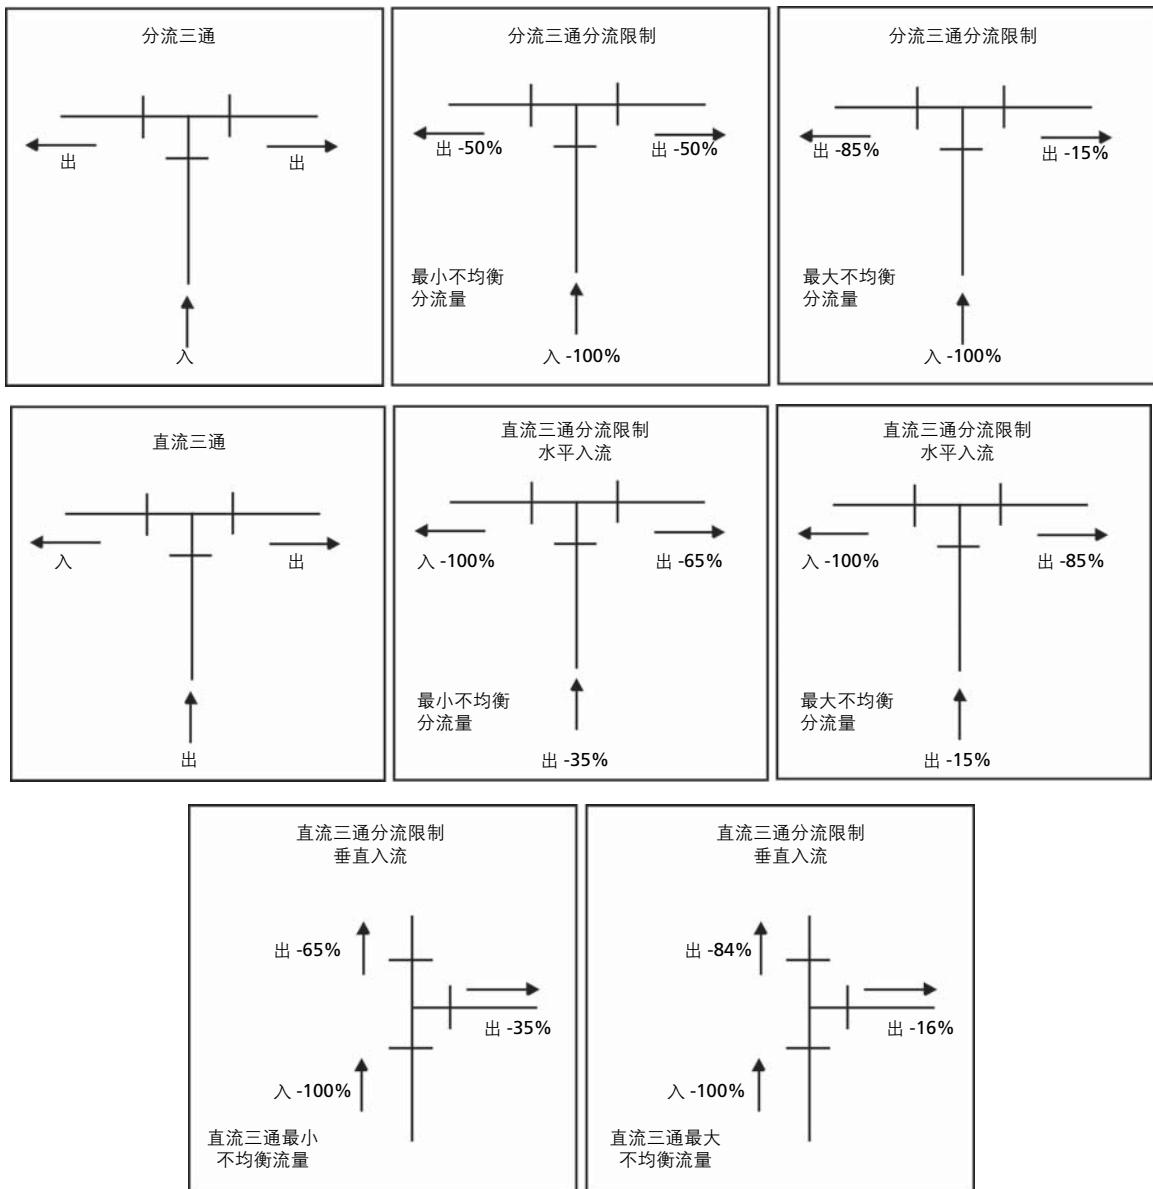

图 4-2 备压系统三通分流方式
三通接头处药剂的流体对重力很敏感，虽然有紊流存在，气相仍容易转移到管路上部，使下部留下密度较大的液态介质。因此，必须遵守图 4-2 的限制。
- 注：通过侧面出口的分流流量会有微小的变化，这要看直流三通的侧面出口部分是水平的还是垂直的。(如图 4-2 所示)